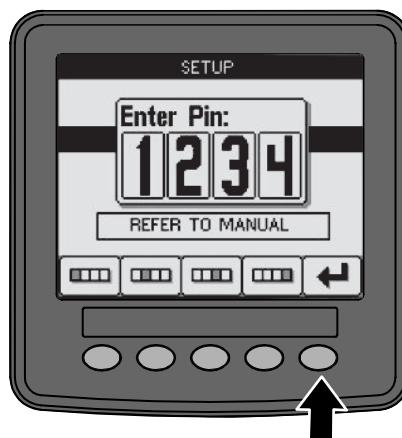

Рисунок 17
3. После завершения ввода ПИН-кода нажмите значок ввода (Рисунок 17).